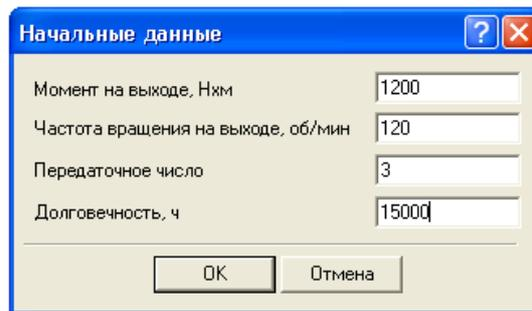

Рисунок 4.7
**Задание 5.1** Задайте начальные данные  (рисунок 4.7)